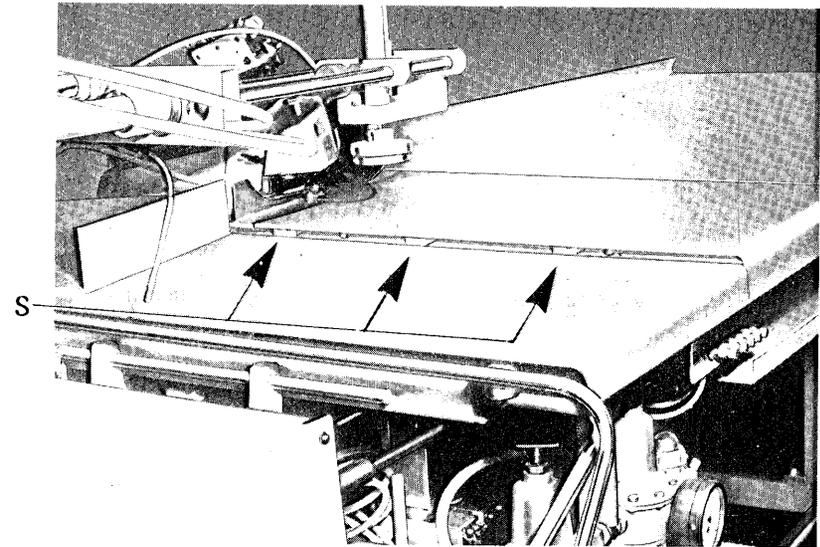

Fig. 3
- f) Una serie di ugelli soffiatori (S fig.3) regolabili singolarmente per facilitare lo scorrimento del tessuto sul piano di lavoro
I soffi trasportatori (S fig.3) servono per facilitare lo scorrimento del tessuto sul piano di lavoro. Essi creano un cuscinetto d'aria nel senso del trasporto e aiutano le griffe a far avanzare il tessuto perfettamente disteso.